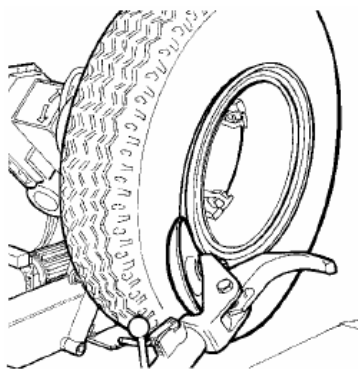

Рисунок 31
7) Установите на обод при помощи ролика, как показано на рис.31 разъемное кольцо, а затем стопорное.
9) При помощи ролика, как показано на рис.31. установите стопорное кольцо на обод.